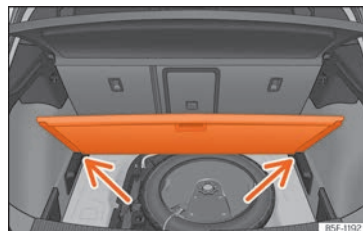

Fig. 133 Suelo variable del maletero: posición inclinada.
- Apoye el piso sobre los alojamientos previstos para tal uso » fig. 133 (flechas).